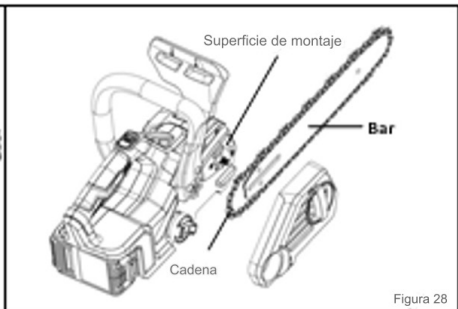

Figura 28
3. Quita la cubierta de la cadena. Retira la barra y la cadena de la superficie de montaje. Quita la cadena vieja de la barra (ver figura 28).